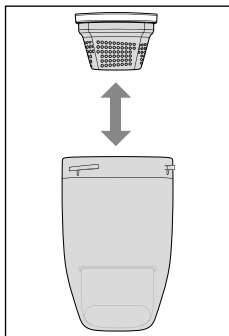

Fig. 8
3. Saisissez le filtre à poussière **5** avec le pouce et l'index et sortez-le avec le boîtier du filtre **4** hors du bac à poussière **3** (voir fig. 8).
5. Insérer à nouveau le filtre à poussière **5** avec le boîtier du filtre **4** dans le bac à poussière **3** (voir fig. 8).